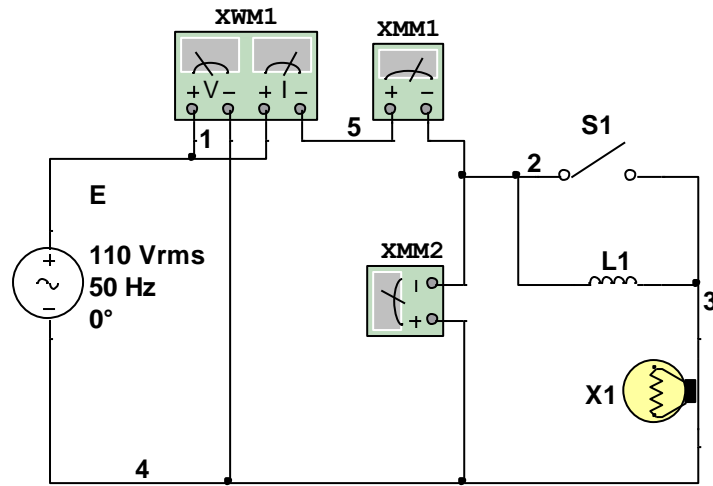

Рисунок 3.5 –Схема дослідної установки до ЛР6
1. Скласти схему згідно рис. 3.5.